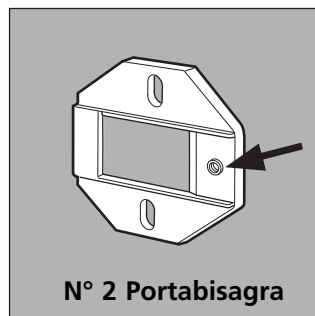

Fig. 1
- Montar los portabisagra en la parte delantera colocando el orificio indicado por una flecha en la fig. 1 hacia la parte interna del frente, utilizando los tornillos de tipo C.